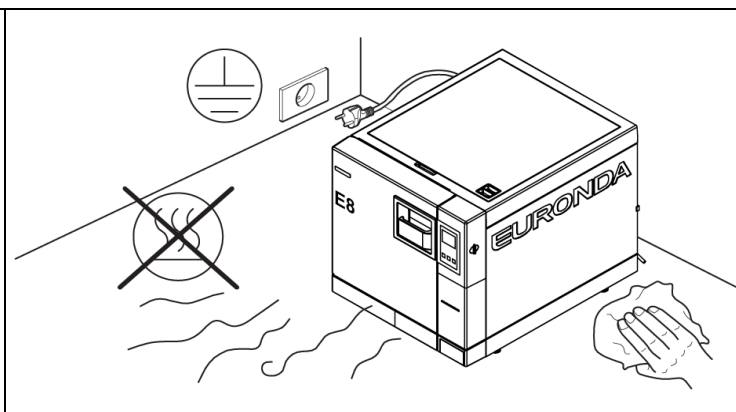

Fig. 6.1-4
- Nu instalați unitatea acolo unde există o circulație proastă a aerului (Fig. 6.1-4).
- Nu așezați unitatea în apropierea surselor de căldură (Fig. 6.1-4).